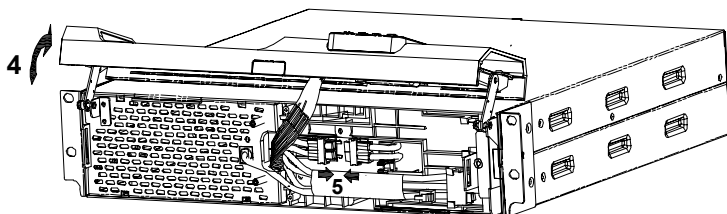

Рис. 14. Подсоединение внутренней батареи
2. Затем возьмитесь за заднюю часть лицевой панели справа и слева и выдвиньте ИБП прилб. на 70 мм из стойки (2), чтобы стал виден серебристый стикер с мерами предосторожности, находящийся на верхней части ИБП.
3. Теперь сдвиньте лицевую панель на несколько миллиметров влево (3). Фиксатор освободится.
4. После этого можно будет повернуть лицевую панель вверх (4). Соблюдайте осторожность, чтобы не разрезать гибкий плоский кабель ЖК-дисплея! Не прилагайте чрезмерного усилия.
5. Затем подсоедините внутреннюю батарейную систему, соединив вместе два разъема батареи (каждый состоит из красного и черного коннекторов): красный с красным, черный с черным (также см. рис. 14 ниже).